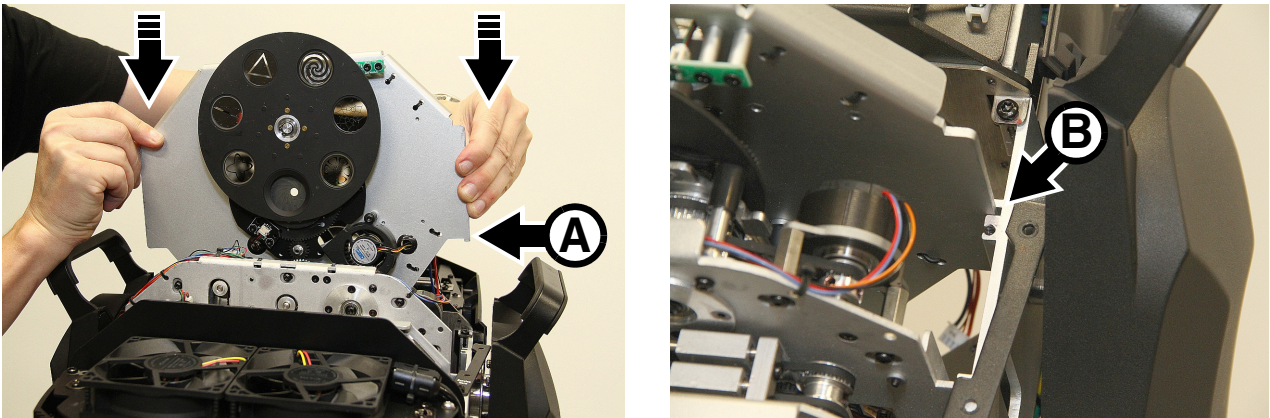

Bild 26: Einsetzen des Goborad 3-Moduls
9. Siehe Bild 26. Schieben Sie den Fokusschlitten mit einer Hand nach vorne, zur Frontlinse, und kippen Sie den Kopf nach unten, damit der Fokusschlitten nicht nach hinten fahren kann. Senken Sie das